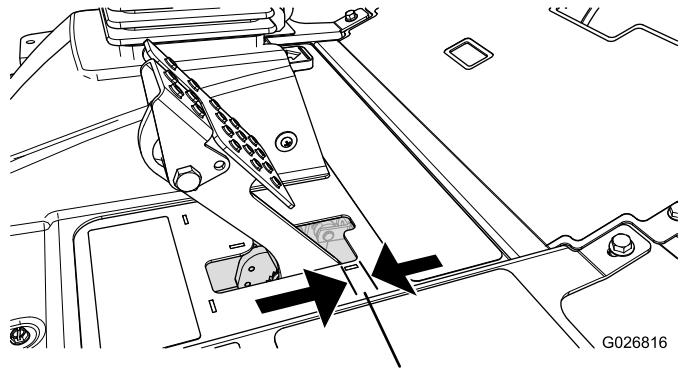

Bild 64
Stellen Sie die Bremsen ein, wenn das Bremspedal mehr als 2,5 cm Spiel hat, oder wenn die Bremsen nicht mehr gut genug greifen (Bild 64). Als Spiel gilt die Entfernung, die das Bremspedal zurücklegt, bevor ein Bremswiderstand spürbar ist.
2. Ziehen Sie die hintere Mutter an, um den Zug nach hinten zu bewegen, bis die Bremspedale ein Spiel zwischen 6 mm bis 13 mm aufweisen, bevor die Radsperrre auftritt (Bild 64).